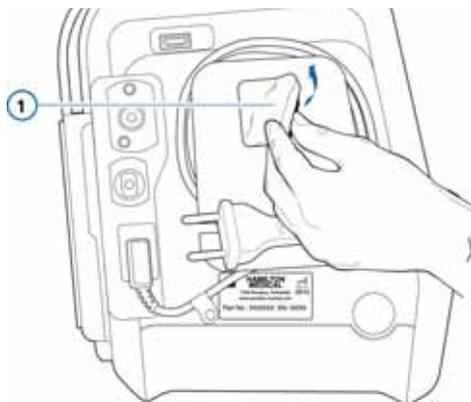

図 10-1. 冷却ファン用フィルタ (1) の取り外し
6. 新しい冷却ファン用フィルタを取り付けます（図 10-1）。または、既存のフィルタを中性洗剤で洗浄し、すすいで乾かしてから、再度取り付けます。